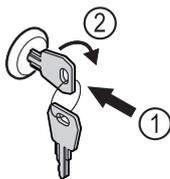

Fig. 46 Зображення для прикладу
- ▶ Вдавити ключ Fig. 46 (1).
- ▶ Повернути ключ на 90° за годинниковою стрілкою Fig. 46 (2).